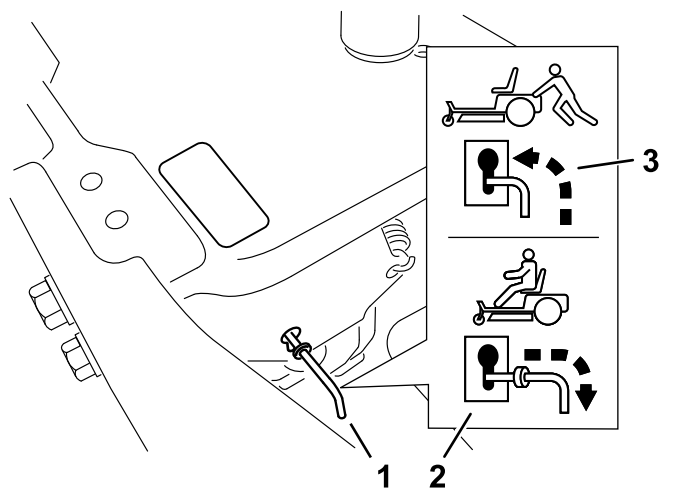

Figura 33
4. Spostate in avanti le leve di bypass attraverso il foro della chiavetta, quindi verso il basso per bloccarle in posizione (Figura 33).
Spostate indietro le leve di bypass attraverso il foro della chiavetta, quindi verso il basso per bloccarle in posizione, come illustrato nella Figura 33.